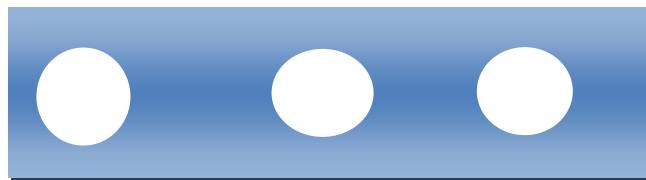

Рисунок 8 – Сложное сварное сечение
4. Определите оптимальные оси координат для данного сечения (рисунок 8), изобразите их на рисунке